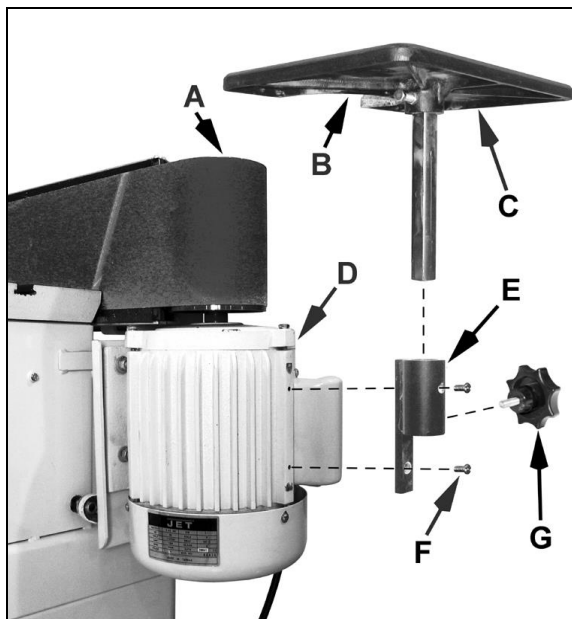

Рисунок 6
Прикрепите кронштейн выносного стола (E, рисунок 6) к боковой стороне двигателя (D) с помощью двух 2 винтов (F).